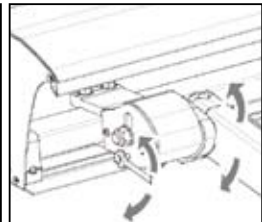

FIG 5B
- La hauteur de l'articulation du bras en position fermée peut être réglée selon la (FIG. 5B).